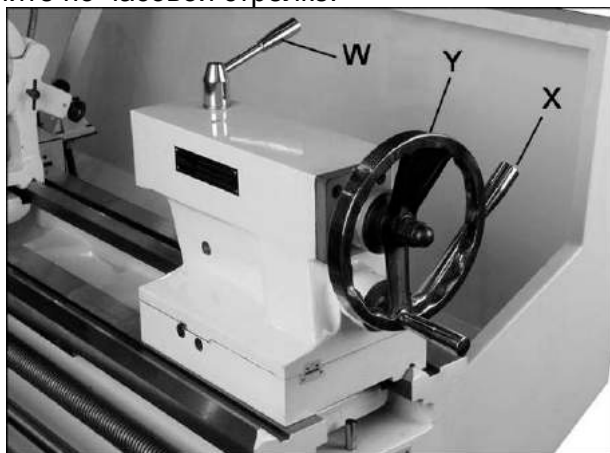

Рис.22
17. Рукоятка фиксации пиноли задней бабки (W, Рис.22). Ослабьте зажим, повернув против часовой стрелки. Для фиксации - поверните по часовой стрелке.
18. Рычаг фиксации задней бабки (X, Рис.22). Потянув рукоятку на себя, вверх, задняя бабка фиксируется. Оттолкнув рычаг от себя, вниз, задняя бабка освобождается.
19. Маховик задней бабки (Y, Рис.22). Вращая маховик по часовой стрелке, пиноль выдвигается, вращая против часовой стрелки – пиноль втягивается. Для того, чтобы извлечь инструмент из конуса задней бабки - полностью втяните пиноль.